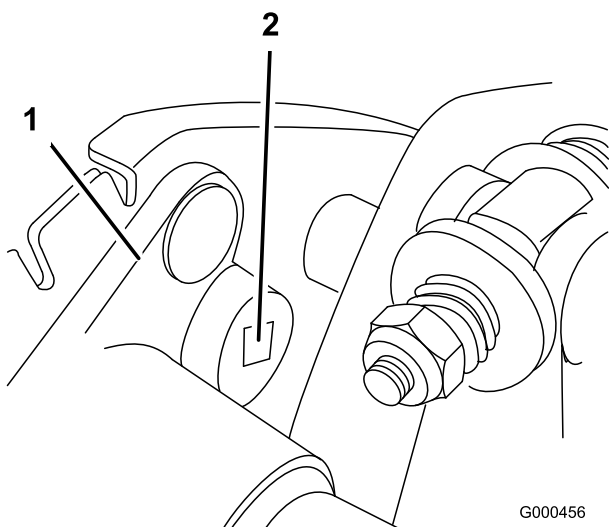

図 33
B. 3/8インチのトルクレンチでベアリング・ハウジングを0.4~0.46 kg. mのトルクで回転させてベルトを張る (図 33)。